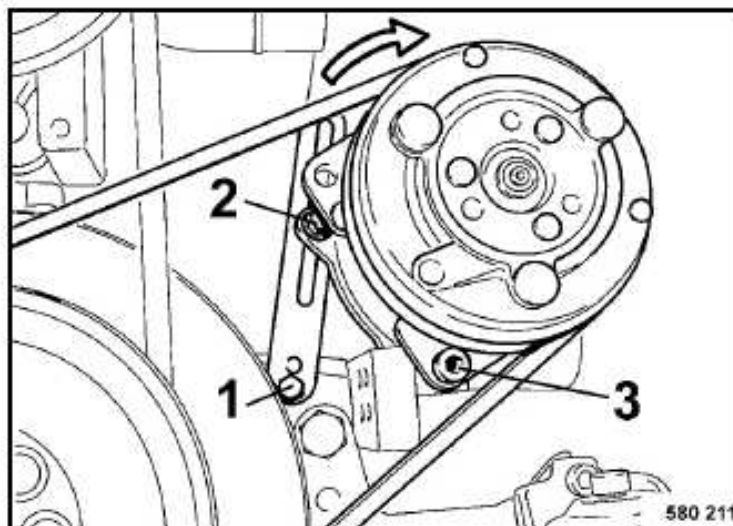

Fig. 114
- Soltar ligeramente los tornillos de fijación 1, 2 y 3 (Fig. 114).